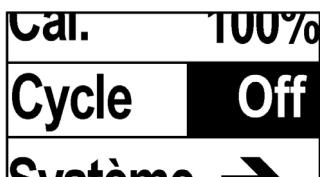

Fig. 45: Affichage de cycle
2. Sélectionner le menu « Cycle » (voir Fig. 45)